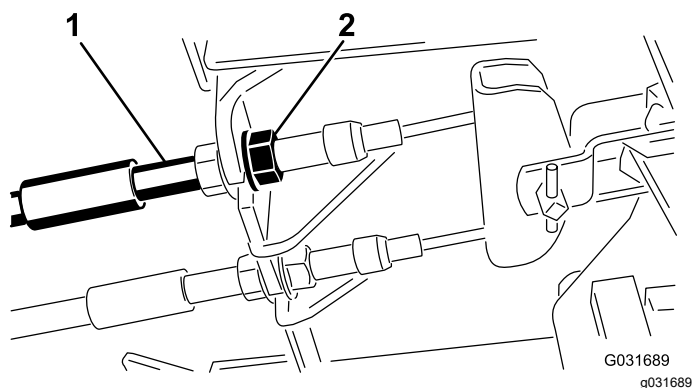

Figure 54
1. Pour réduire la garde aux pédales de frein, serrez les freins en desserrant l'écrou avant sur l'extrémité filetée du câble de frein (Figure 54).